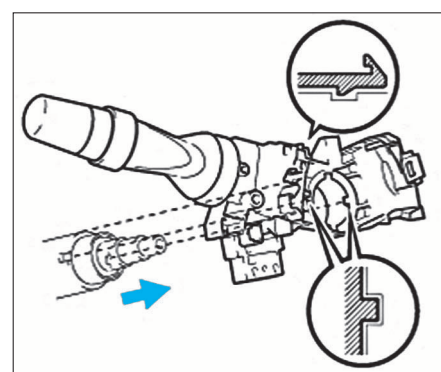

FIG. 9
- Décliper le comodo pour le sortir (fig. 9).